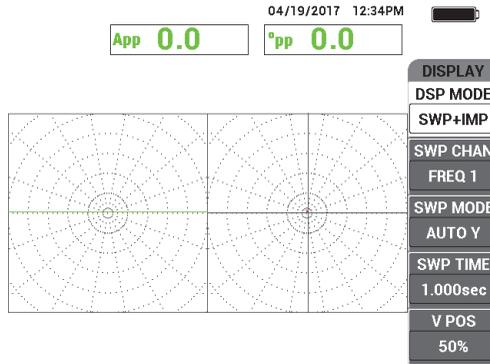

Figura 5-230 Visualización de barrido más impedancia (SWP + IMP)
6. Pulse la tecla de menú DISP () y seleccione la opción **DSP MODE** (modo de visualización) [tecla de función A]. Después, gire la rueda de ajuste hasta seleccionar el parámetro **SWP + IMP** (barrido + impedancia). Vea la Figura 5-230 en la página 315.